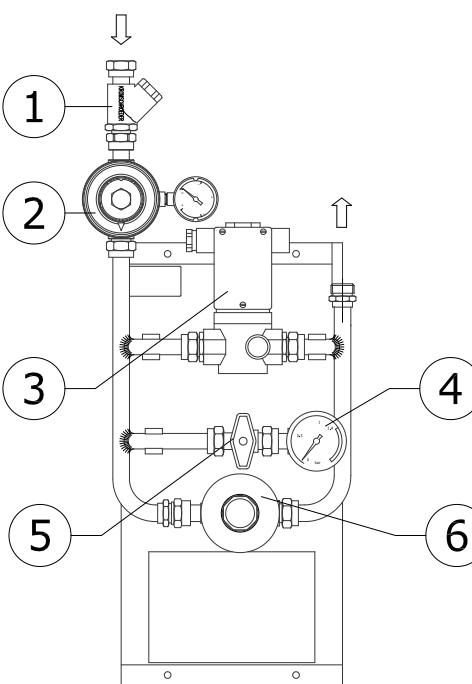

Fig. 2
- Elektroventil vom Steuerungssystem aus aktivieren (Abbildung 2 - Fig. 2), den Thermostatkopf auf die Position Δ stellen und den Ausgangsdruck (je nach Modell) mit dem Eingangsregler (2) einstellen und den Druck am Ausgangsmanometer (4) überprüfen
- Ausgangsdruck anhand des Eingangsreglers (2) erneut einstellen, nachdem alle Heizkörper eingeschaltet sind.
- Enable the electro valve from the control system (fig. 2) and set the outlet pressure (depending on the model) using the inlet regulator (2), and check the pressure in the outlet pressure gauge (4).
- Re-set the outlet pressure using the inlet regulator (2) once all the brooders are switched on.
- Activer la soupape électrique depuis le système de contrôle (fig. 2) et régler la pression de sortie (selon modèle) à l'aide du régulateur d'entrée (2) et vérifier la pression sur le manomètre de sortie (4).
- Régler à nouveau la pression de sortie à l'aide du régulateur d'entrée (2) une fois que tous les radiateurs seront allumés.